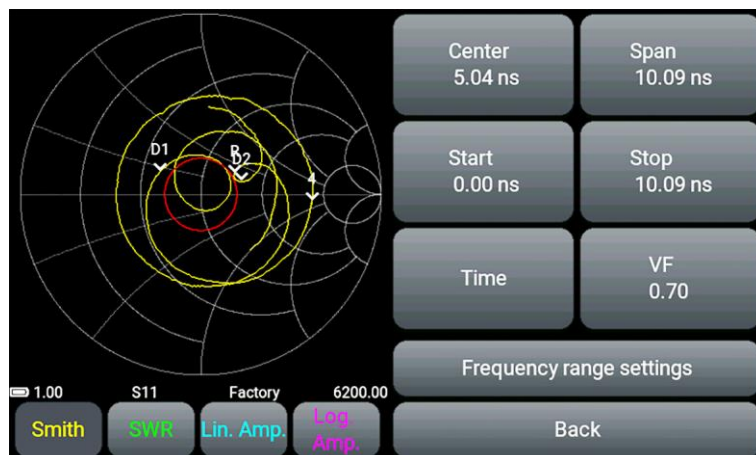
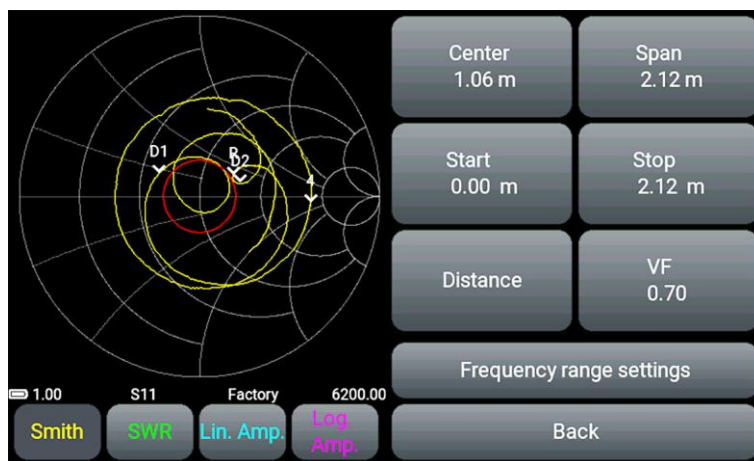

Рисунок 9.6 – Меню параметров шкалы времени графика DTF
Рисунок 9.7 – Меню параметров шкалы расстояния графика DTF
9.3.2. Нажмите на кнопку **DTF range settings**. Меню прибора переключится для настройки параметров времени (Рисунок 9.6) или расстояния (Рисунок 9.7) горизонтальной шкалы графика **DTF**.